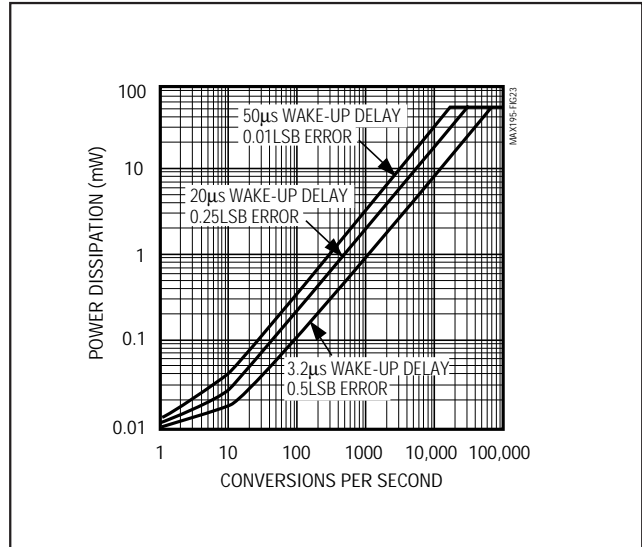

図23. 変換と変換の間にMAX195をシャットダウンした場合の消費電力対変換数/秒
3.2 $\mu$ sあればセトリング及びアナログ入力信号の再取込みが十分可能です。誤差を0.1LSB以下とした場合に必要なセトリング時間は50 $\mu$ sです。MAX195の理論的な消費電力と変換数/秒の関係を図23に示します。ここでは変換クロックは1.7MHzで、変換と変換の間はできるだけシャットダウンすることを仮定しています。